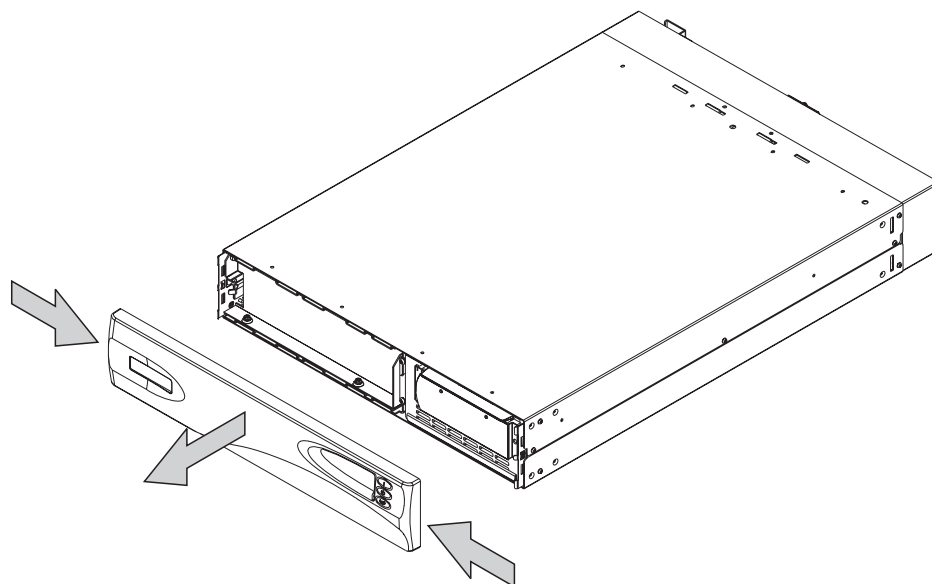

図 216. 2145 UPS のフロント・パネルの取り外し
3. フロント・パネルの側面を内側に押し、両端を手前に引きながらフロント・パネルを取り外します。547 ページの図 216 を参照してください。